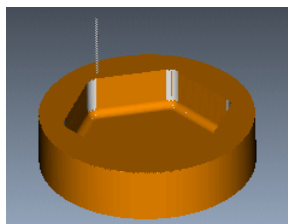

图 3.3.11 NC 仿真结果
Step1. 在 ▼ PLAY PATH (播放路径) 菜单中选择 NC Check (NC 检查) 命令。观察刀具切割工件的运行结果, 在弹出的“NC 检查结果”对话框中单击  按钮, 运行结果如图 3.3.11 所示。
Step4. 选择下拉菜单  文件 ▼  保存 (S) 命令, 保存文件。